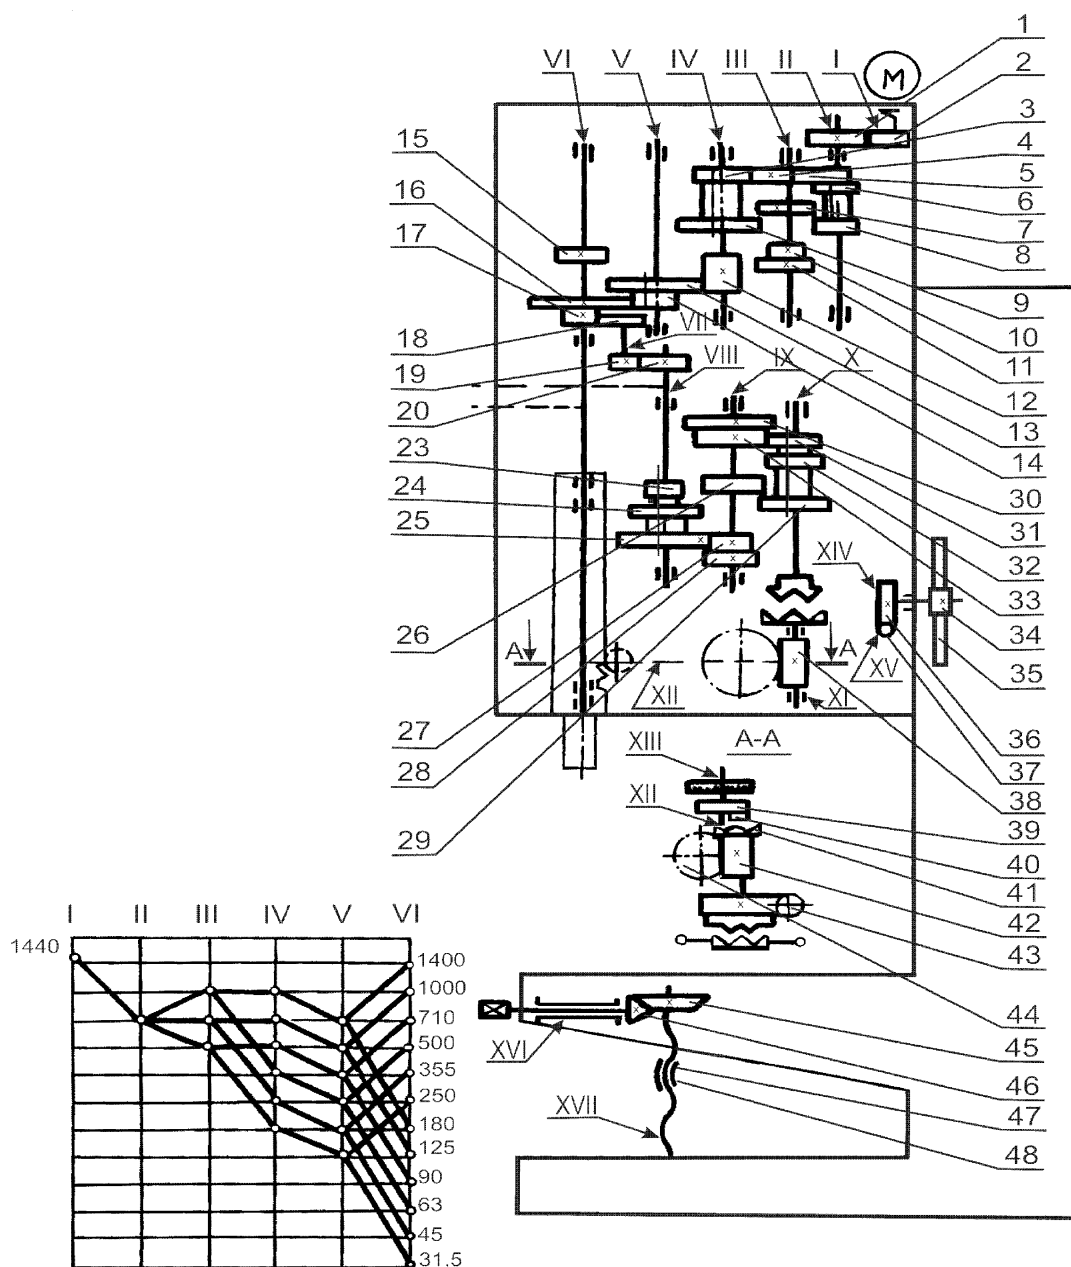

Рис. 8 Кинематическая схема
7.2. Кинематическая схема (см. рис. 8).